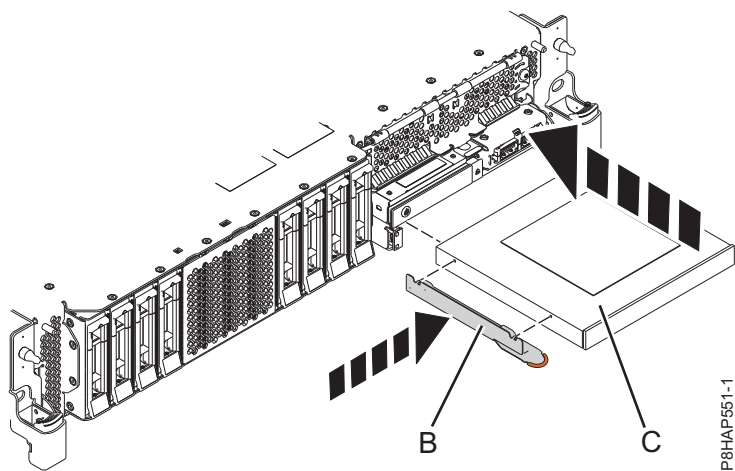
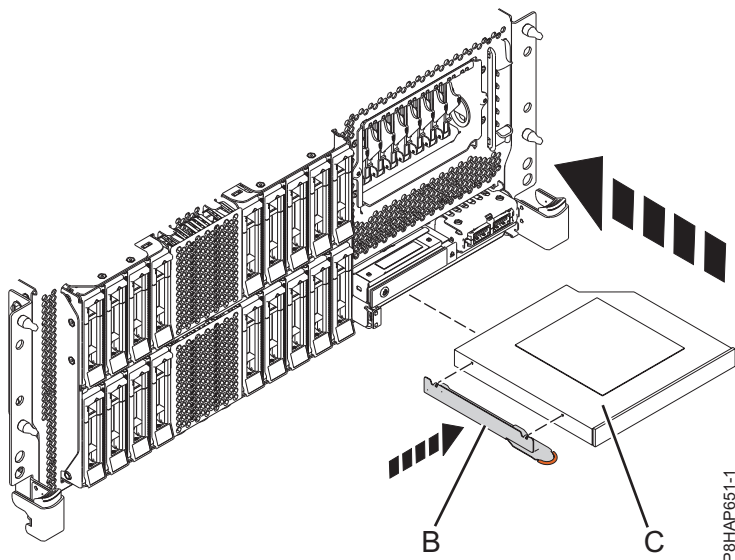
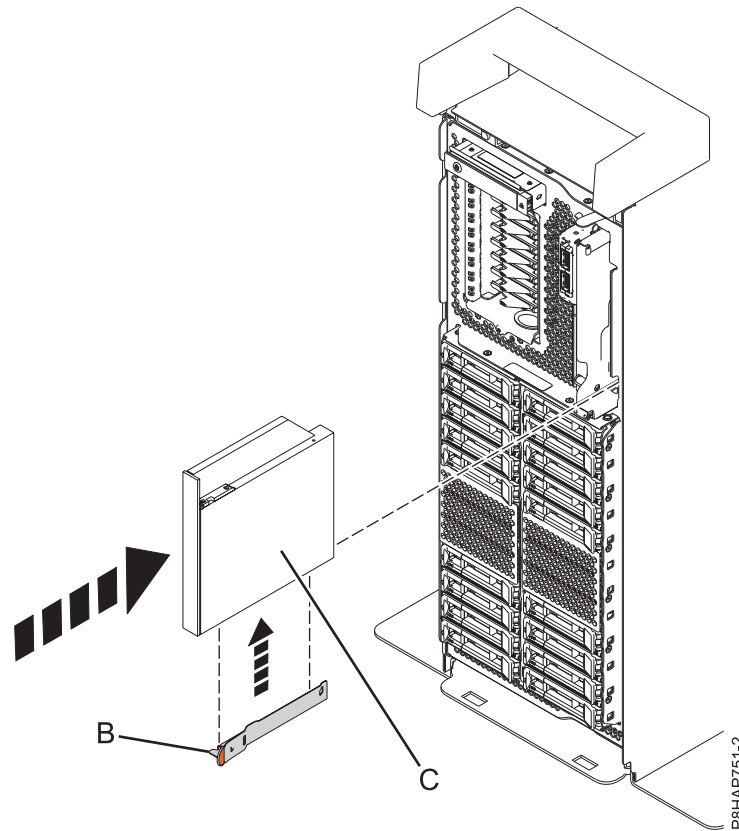

Figura 50. Sustitución de un dispositivo de soporte extraplano en un sistema 5148-21L, 5148-22L, 8247-21L, 8247-22L, 8284-21A o 8284-22A
Figura 51. Sustitución de un dispositivo de soporte extraplano en un sistema 8247-42L, 8286-41A o 8286-42A montado en bastidor
Figura 52. Sustitución de un dispositivo de soporte extraplano en un sistema autónomo
5. Recupere la abrazadera de retención (B) que ha extraído del dispositivo de soporte extraplano anómalo.
6. Conecte la abrazadera de retención (B) al nuevo dispositivo de soporte extraplano, como se muestra en la Figura 50 en la página 60 para un sistema 5148-21L, 5148-22L, 8247-21L, 8247-22L, 8284-21A o 8284-22A; la Figura 51 en la página 60 para un sistema 8247-42L, 8286-41A o 8286-42A montado en bastidor; o la Figura 52 en la página 61 para un sistema 8286-41A autónomo.
7. Alinee el dispositivo de soporte extraplano (C) con la bahía de soporte y aguante la parte inferior del dispositivo mientras lo desliza hasta la mitad en el sistema.
Para un sistema 5148-21L, 5148-22L, 8247-21L, 8247-22L, 8284-21A o 8284-22A, consulte la Figura 50; para un sistema 8247-42L, 8286-41A o 8286-42A montado en bastidor, consulte la Figura 51; o bien, para un sistema 8286-41A autónomo, consulte la Figura 52 en la página 61.